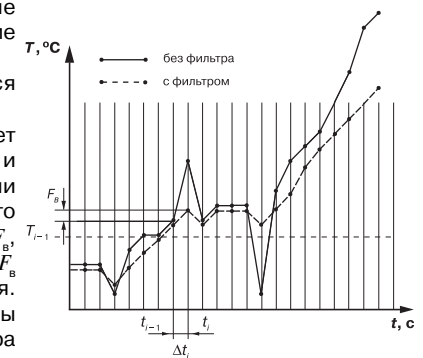

Рис. 4
3.1.4.4.2. Полоса цифрового фильтра позволяет защитить измерительный тракт от единичных помех и задается в единицах измеряемой величины. Если измеренное значение T_i отличается от предыдущего T_{i-1} на величину, большую, чем значение параметра F_b , то прибор присваивает ему значение равное $T_{i-1} + F_b$ (**рис. 4**). Таким образом характеристика сглаживается.
Как видно из **рис. 4**, малая ширина полосы фильтра приводит к замедлению реакции прибора на быстрое изменение входной величины. Поэтому при низком уровне помех или при работе с быстро-